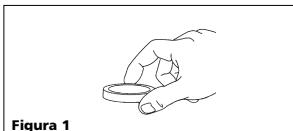

Figura 1
- Coloque el separador plástico (incluido en el paquete de piezas) sobre la mesa de trabajo (Figura 1).